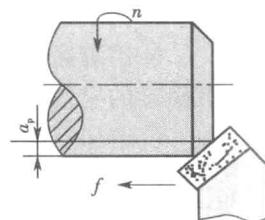

图 1-19 用 45°车刀倒角
- (1) 外圆表面是否有锥度, 并认真分析其中的原因。
- (2) 工件直径尺寸超差。认真分析在刻度盘的操作当中是否看错或在中滑板进给中是否疏忽了刻度盘消除丝杠与螺母之间的间隙。
- (3) 能否正确使用 45°车刀倒角(见图 1-19)。
- (4) 长度尺寸能否保证在规定范围内。